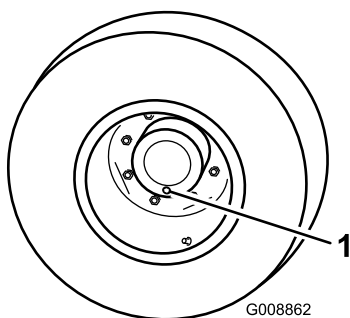

Figure 42
1. Placez la machine sur une surface plane et horizontale et tournez une roue de sorte que l'un des bouchons de contrôle se trouve à la position la plus basse (6 heures) (Figure 42).